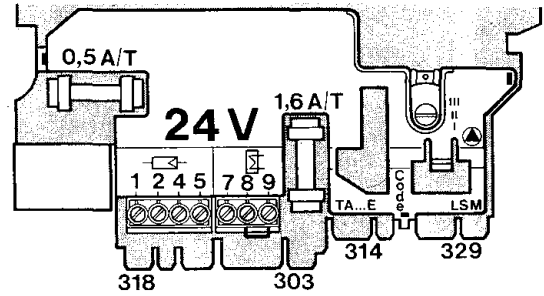

Bild 17
- Kabel in die Kabeldurchführung legen und den Stecker nach Bild 17 aufstecken
– codierten Stecker vom Speicher auf Pos. 303 stecken, s. Bild 17